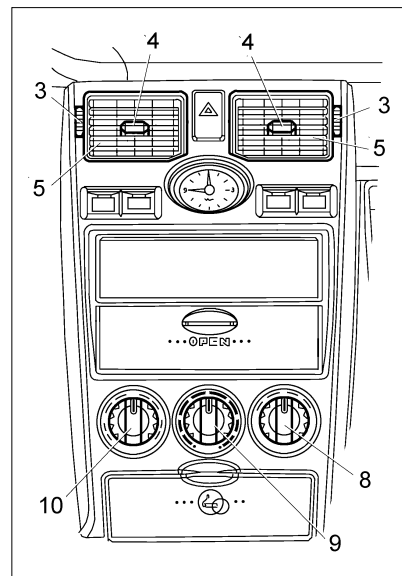

Рис. 38. Переключатели обогрева
салона (рис. 38).
– регуляторами управления заслонками сопел 3 и ручками регулировки направления воздушного потока 4 (рис. 38) направить воздух в салон.